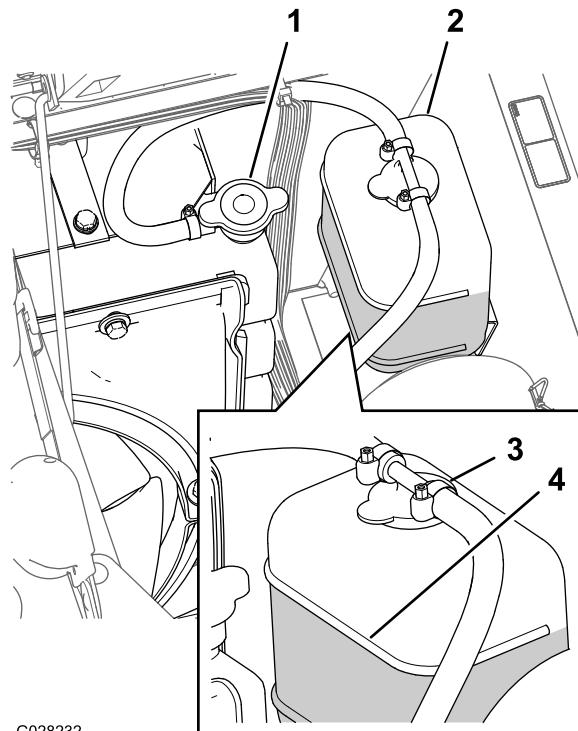

Figura 100
3. Retire cuidadosamente el tapón del radiador y el tapón del depósito de expansión (Figura 100).
Nota: El radiador debe llenarse hasta la parte superior del cuello de llenado, y el depósito de expansión debe llenarse hasta la marca Lleno del depósito (Figura 100).
5. Si el nivel de refrigerante es bajo, retire el tapón del depósito de expansión y el tapón del radiador, y llene el depósito de expansión hasta la marca Lleno Figura 100 y el radiador hasta la parte superior del cuello de llenado ().
6. Coloque el tapón del radiador y el tapón del depósito de expansión (Figura 100).
2. Espere hasta que se haya enfriado el motor, luego retire el tapón del radiador (Figura 100).
6. Retire el tapón del radiador (Figura 100).
8. Arranque el motor con el tapón del radiador aflojado (Figura 100).
10. Una vez que el refrigerante se ha calentado, añada más refrigerante hasta que el nivel llegue a la superficie sellante del tapón, y apriete el tapón (Figura 100).
11. Abra el tapón del depósito de expansión y llene el depósito con refrigerante hasta el nivel de "Frío" (Figura 100).